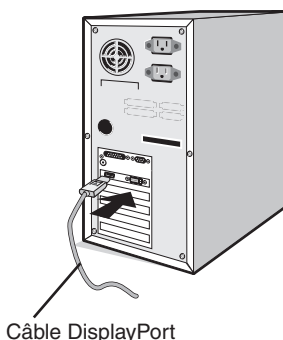

Figure A.1
2. **Pour un PC avec une sortie DisplayPort :** branchez le câble DisplayPort au connecteur de la carte graphique de votre système (**Figure A.1**).